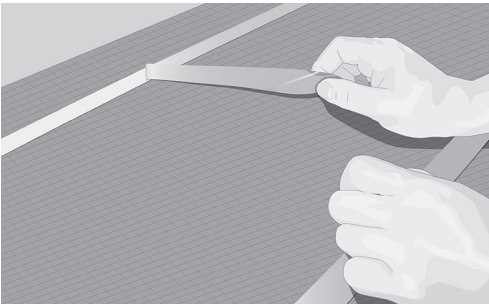

Fig. 9. Lägg ut dubbelhäftande tejp och avlägsna skyddsfilmen
9. Fäst kabeln på den dubbelsidiga tejpens och ta bort skyddsfilmerna allteftersom arbetet fortskrider (Fig. 9 och 10).